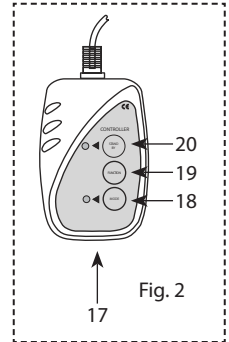

Fig. 2
17. Telecomando EC800 (opzionale) (fig.2);